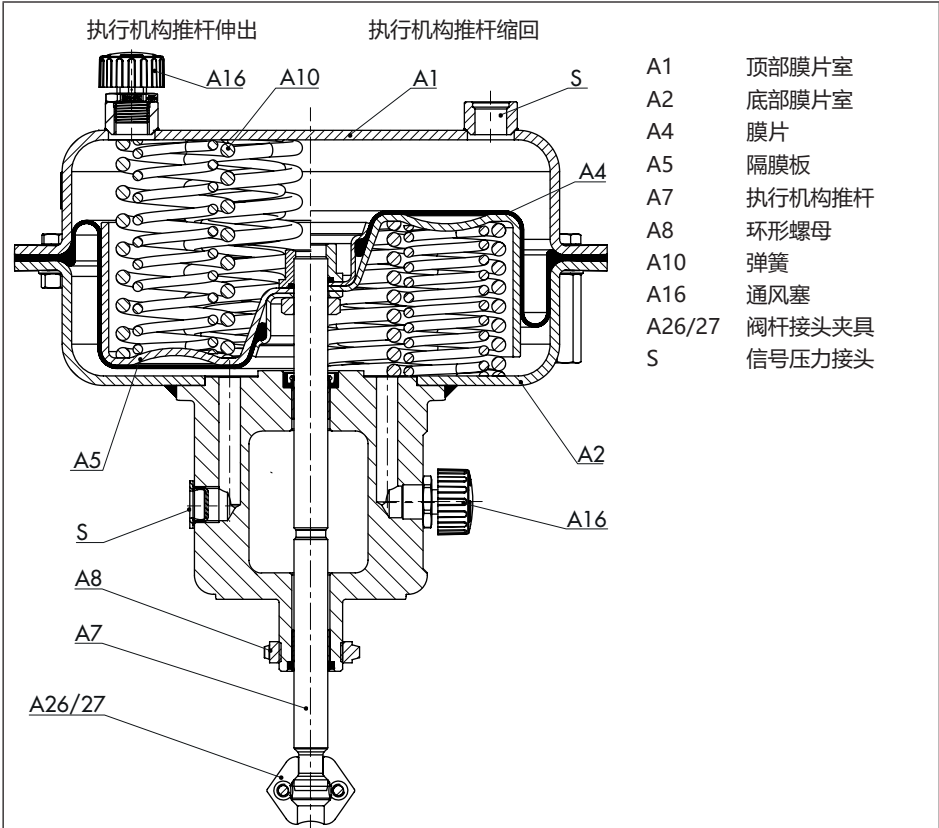

图3-2: 3277 型功能图
工作原理与 3271 型执行机构相同。3277 型执行机构的底部膜片室 (A2) 上另行装有一个支架 (请参见图3-2)。支架可用于直接连接定位器和/或限位开关。该设计的好处在于可防止支架内的行程传感器遭受外部影响。
在“执行机构推杆伸出”型号中, 信号压力接头 (S) 位于支架一侧, 支架通过内孔已连接至底部膜片室 (参见图3-2, 左侧)。信号压力以弹簧反作用力向上移动执行机构推杆。此时可使用连接块连接定位器。执行机构不需要额外的管道。请参阅相关的定位器文档, 了解更多详情。
在“执行机构推杆缩回”型号中, 与 3271 型相似, 信号压力通过顶部信号压力接头 (S) 传递至顶部膜片室并以弹簧反作用力向下移动执行机构推杆 (A7) (请参见图3-2, 右侧)。